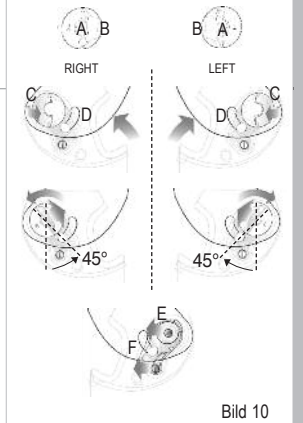

Bild 10
**Ausbau** siehe Abb. 10
**Montage** siehe Abb. 10